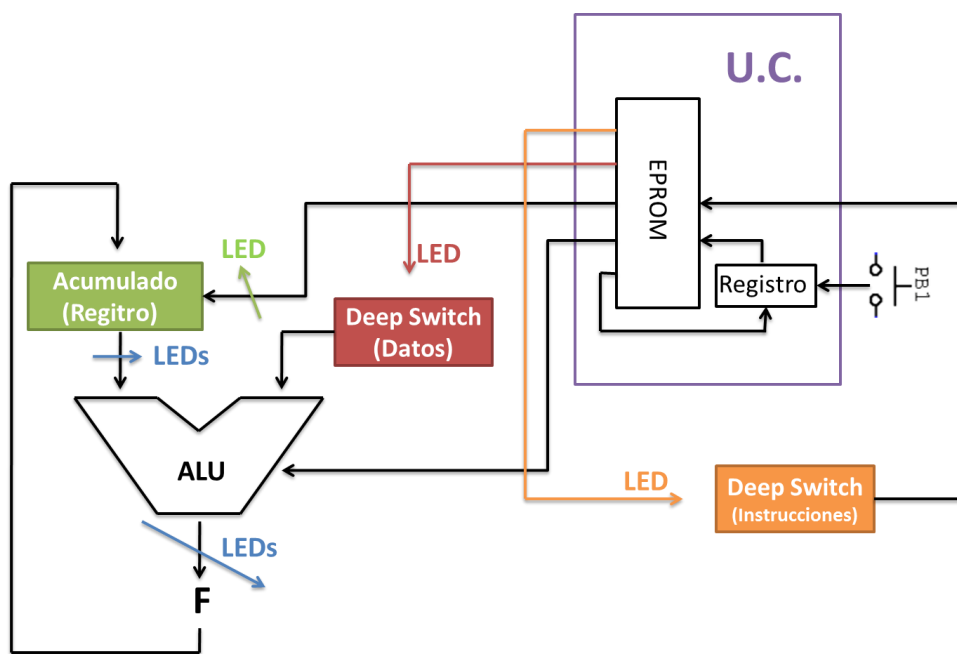

Figura 3. Circuito ALU, Acumulador y Unidad de control
Con base en la parte 2 construir el circuito de la *Figura 3*. utilizando un EPROM/EEPROM y un registro que funjan como una Unidad de Control. Dicha Unidad de Control deberá de ser capaz de:
Tabla 3. Serie de operaciones a realizar con el circuito de la Figura 3.
- o Diagrama a bloques del circuito de la Figura 3, especificando componentes y puertos utilizados en el protoboard.